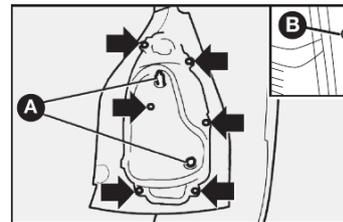

fig. 26
- 1) por dentro do porta-malas, soltar as porcas **A**-fig. 26;
- 4) retirar o conjunto de lâmpada removendo os parafusos indicados pelas setas **fig. 26**;